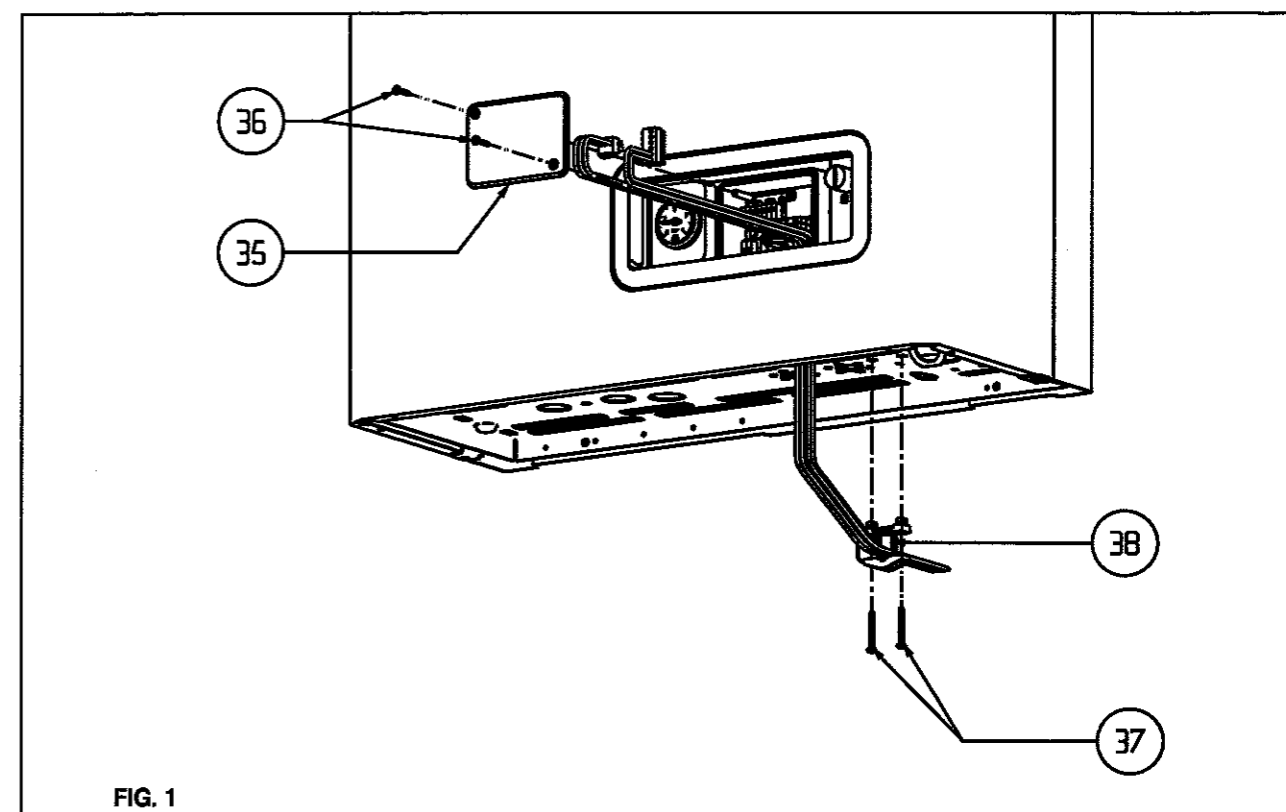

FIG. 1
- allentare le viti (36) di fissaggio del coperchietto della morsettiera;
- inserire i cavi per l'alimentazione della caldaia collegandoli come indicato in fig. 1 utilizzando un cavo del tipo IMQ HAR H05VV-F, 3 x 0,75 mm², Ø max. esterno 7 mm;
- inserire i cavi per il collegamento del pannello collegandoli come indicato in fig. 1 utilizzando un cavo con sezione da 0,5 a 1 mm²;
- allentare le viti (37) del passacavo (38) ed inserire i cavi di alimentazione e di collegamento del pannello, quindi richiuderlo;
- separare i semigusci del pannello (vedi fig. 1);